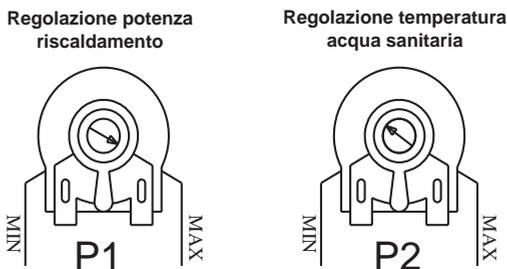

Fig. 15
Le regolazioni sopra descritte servono a determinare l'escursione meccanica, fra un minimo ed un massimo, del pistoncino del modulatore "Modureg". Sono possibili altre regolazioni elettriche, (pressione e temperatura) qui di seguito descritte, utilizzando le tre viti di regolazione «P1», «P2», poste all'interno della scatola dei comandi (fig. 15).
5.05 Regolazione della potenza massima per l'impianto (fig. 15)
5.06 Regolazione della temperatura dell'acqua sanitaria (fig. 15)